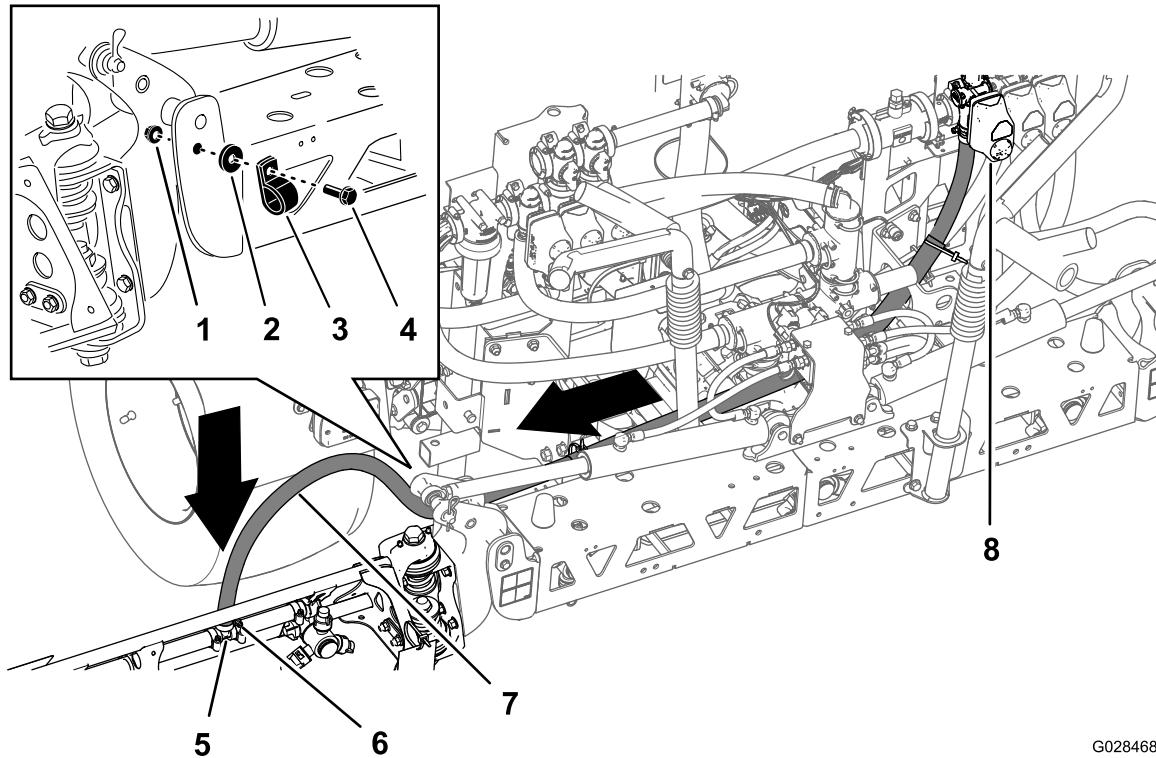
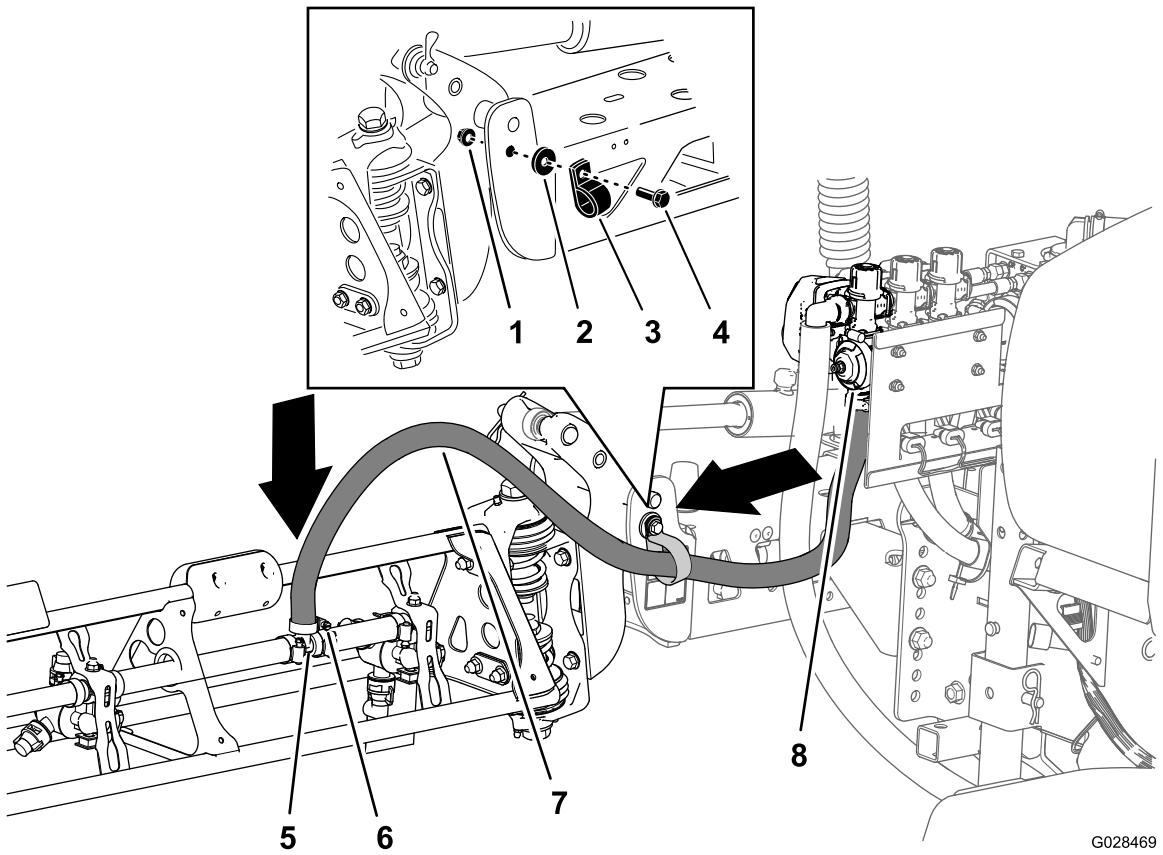

図 42
図 43
1. ブームホースを図 42 と図 43 のように配置する。
2. 各ブームホースをセンターブームの前側に固定する(図 42 と 図 43); R クランプ 1 個、ホルダボルト 5/16 x 1" 1 本、ロックナット 5/16" 1 個、ワッシャ 5/16" 1 枚を使用する。
3. ブームについているT字フィッティングのバーブ部分にブームホースを接続し、ホースクランプでホースを固定する(図 42 と 図 43)。